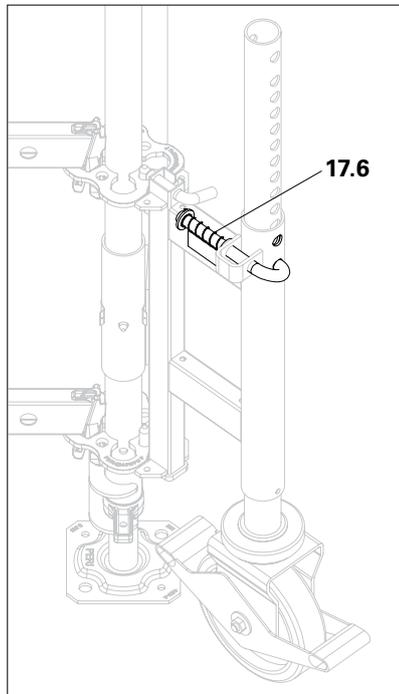

Fig. B1.04c
1. Apoyar las ruedas de transporte (16) completamente sobre el suelo, elevarlas hasta el próximo orificio libre y fijarlas con pasadores de unión (17.6). Asegurar el pasador con grupilla de seguridad (17.7). (Fig. B1.04c – B1.04d)